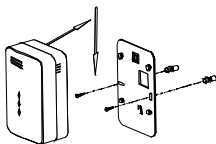

Fig. 3
3. Use una broca de 5mm (3/16 inch) para taladrar dos agujeros en las marcas e inserte los tacos (Fig. 3).
7. Alinee la ranura lateral del soporte y el detector. Empuje el detector sobre el soporte de montaje hasta escuchar un chasquido (vea la dirección de la flecha, Fig. 3).